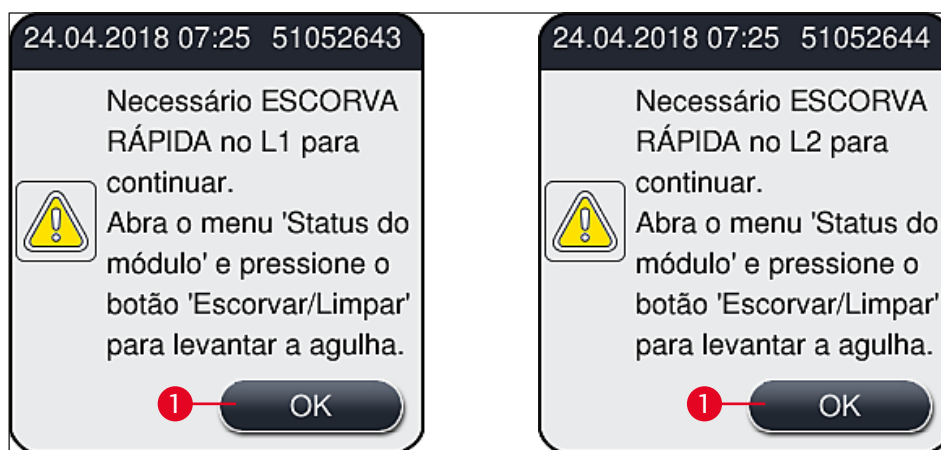

Fig. 51
- ① Após completar a fase de inicialização, o menu principal (→ Fig. 19) aparece na tela e o usuário é informado (→ Fig. 51) que é necessário uma **Escorva rápida** para a linha da lamínula em uso. Confirme as mensagens pressionando **OK** (→ Fig. 51-1) e siga as instruções subsequentes (→ P. 119 – 7.3 Preparação do sistema de mangueira para escorva e limpeza).